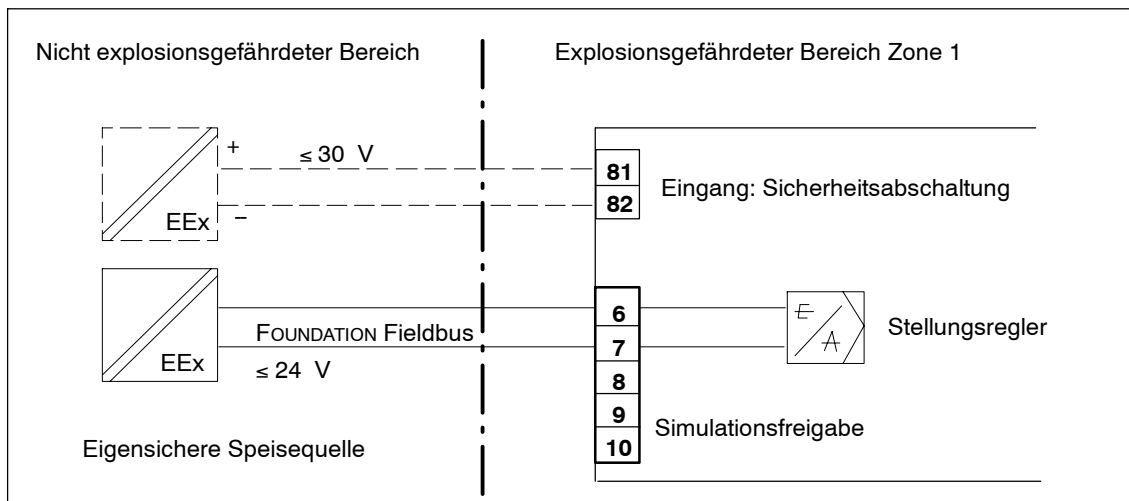
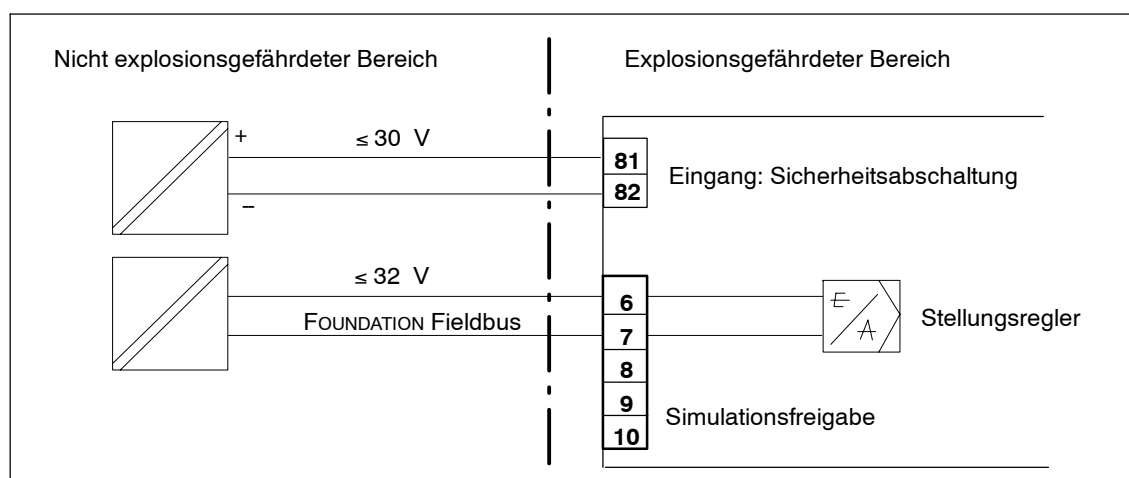

Bild 3-16 Elektrischer Anschluss Grundgerät in eigensicherer Ausführung
Bild 3-17 Elektrischer Anschluss für Stellungsregler in druckfestem Gehäuse oder in Ausführung Zündschutzart "n".
| <p>5. Schrauben Sie die Kabeleinführung fest.</p> <p>6. Schließen Sie die Adern gemäß Bild 3-14, Seite 57 an die Klemmen 3 und 7 der Grundleiterplatte an (die Polarität spielt dabei keine Rolle).</p> | <p>5. Schrauben Sie die Ex-d-zertifizierte Kabeleinführung fest. *)</p> <p>6. Schließen Sie die Adern gemäß Bild 3-16, Seite 58 an die Klemmen 3 und 7 der Grundleiterplatte an (die Polarität spielt dabei keine Rolle).</p> <p>*) bei Verwendung des Conduit-Rohrsystems sind die entsprechenden Vorschriften zu beachten.</p> |
4. Schließen Sie den Stellungsregler an den Feldbus-Strang an (siehe Bild 3-16, Seite 58 und Bild 3-17, Seite 58).
5. Der Stellungsregler befindet sich nun in der Betriebsart "**P-Handbetrieb**". Auf der oberen Zeile der Anzeige wird die aktuelle Potentiometerspannung (P) in Prozent angezeigt, z. B.: "**P12.3**", und auf der unteren Zeile blinkt "**NOINI**":